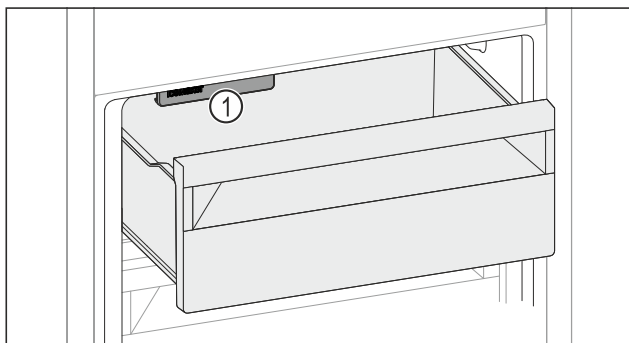

Fig. 162
- Ta hensyn til IceMaker Fig. 162 (1).